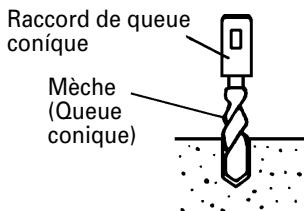

Fig. 10
(1) Installer la mèche à queue conique dans le raccord de queue conique. (Fig. 10)